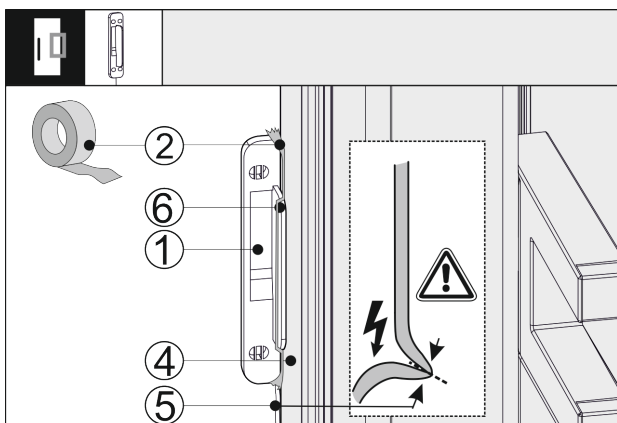

Fig. 42
- ▶ Nasadte snímač klopania Fig. 42 (1) z boku na dvvere zariadenia Fig. 42 (4) tak, aby doraz Fig. 42 (6) priliehal k dverám zariadenia Fig. 42 (4). Kábel snímača Fig. 42 (5) je zľahka napnutý a tiež prilieha k dverám zariadenia Fig. 42 (4).
- ▶ Zafixujte snímač klopania Fig. 42 (1) pomocou lepiacej pásky Fig. 42 (2). Snímač klopania sa neskôr zoskrutkuje s prednou časťou nábytku.